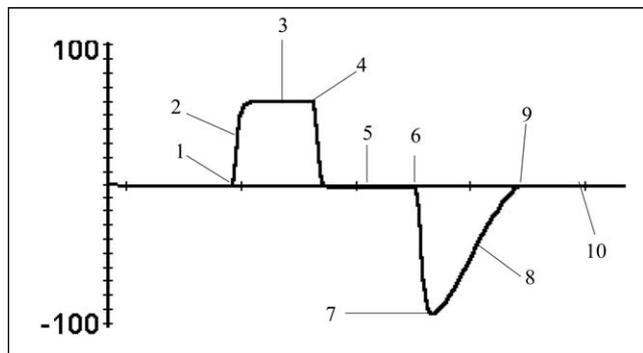

Fig. 2 Courbe de débit en fonction du temps.
- courbe de débit en fonction du temps (Fig. 2) ;